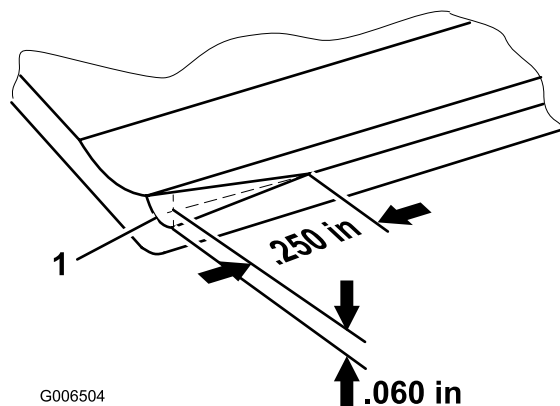

Figure 22
**Remarque:** Avec le temps, le chanfrein (Figure 22) doit être rectifié car il n'est conçu pour durer que 40 % de la vie de la contre-lame.